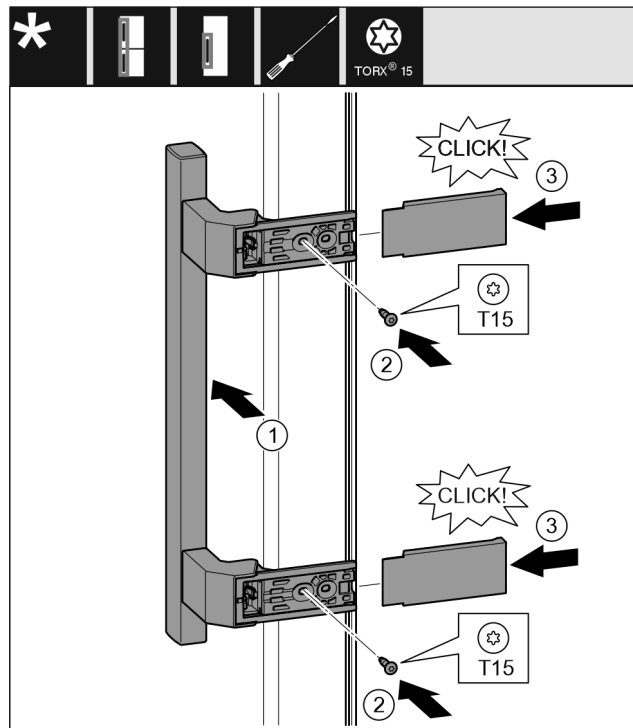

Fig. 18
- ▶ Założyć uchwyt po przeciwległej stronie. Fig. 18 (1)
- ▶ Śruby przykręcić przy pomocy śrubokręta T15. Fig. 18 (2)
- ▶ Osłony założyć z boku i wsunąć. Fig. 18 (3)